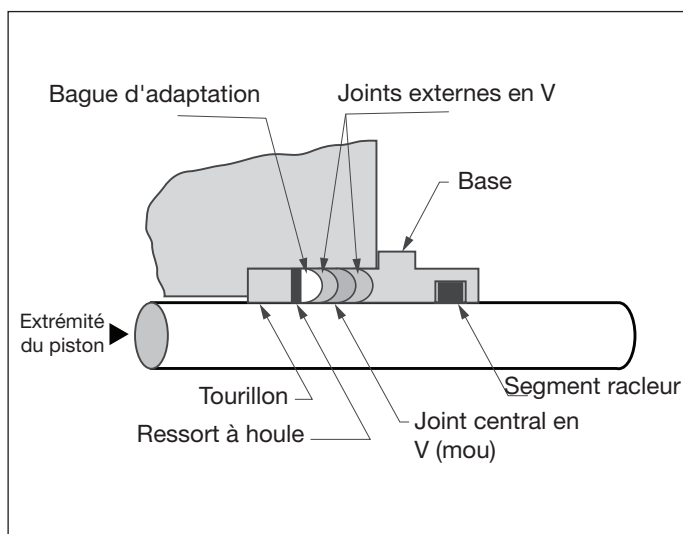

Figure 2 - Disposition des joints de la tige du piston
Le remplacement des joints d'étanchéité et des segments racleurs de la tige est décrit dans ce qui suit. Vous référer à la Figure 2.
6. Assembler les nouveaux joints en forme de V dans la cavité. Couvrir chaque joint d'huile ou de graisse après chaque installation. Vous assurer que le V «lisse» soit placé au centre, entre les deux autres joints externes en forme de V. Voir la Figure 2.